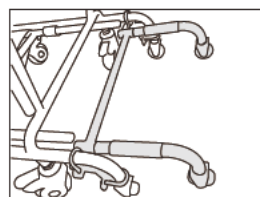

図3
(3) ネックサポートの付け方(オプション) (オプション品一覧図)
- ① 背面シートと補助ベルトの間に取り付けて下さい。
- ② バックルで張り調整を行って下さい。
(4) 安全ベルトの付け方 (オプション)
- ① 左右どちらでも使用できます。
- ② 対象者の座高に合わせ、肩の位置で合わせて下さい。
(5) 転倒防止金具 (オプション) (図3)
- ① 取付は販売店で行ってください。
- ② リクライニング時の安定性が良くなります。